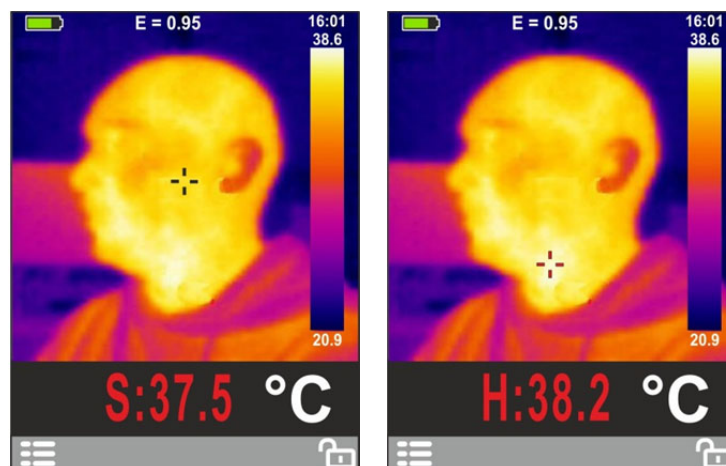

Fig. 18: Affichage des conditions d'alarme en le mode de Criblage
7. Cadrez le sujet à tester **à une distance maximale de 20 cm**. Lorsque la température du sujet est supérieure à la valeur de seuil d'alarme définie, la valeur de température associée au curseur fixe "S" sera affichée en rouge dans la partie inférieure de l'écran (voir Fig. 18 - partie gauche) et un son continu est émis par l'instrument
8. En activant le curseur "H" (point le plus chaud), l'instrument affiche toujours en priorité le point avec la température maximale de l'image encadrée. Si cette valeur est supérieure au seuil d'alarme réglé, elle sera affichée en rouge dans la partie inférieure de l'écran (voir Fig. 18 - partie droite) et un son continu est émis par l'instrument